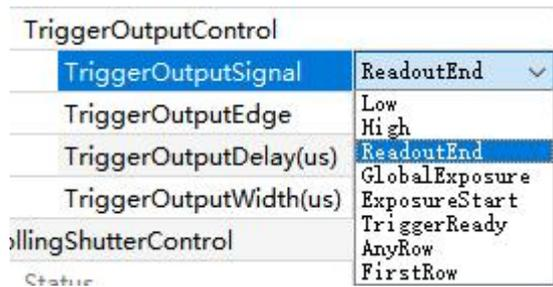

图 5-16
- 1) TriggerOutputSignal: 触发输出信号选择, 如图 5-16 所示支持 High、Low、ReadoutEnd、GlobalExposure、ExposureStart、TriggerReady、AnyRow、FirstRow 8 种信号。Port1 默认 ReadoutEnd、Port2 默认 GlobalExposure、Port3 默认 ExposureStart, 同时支持设置其他 7 种信号任意一个;